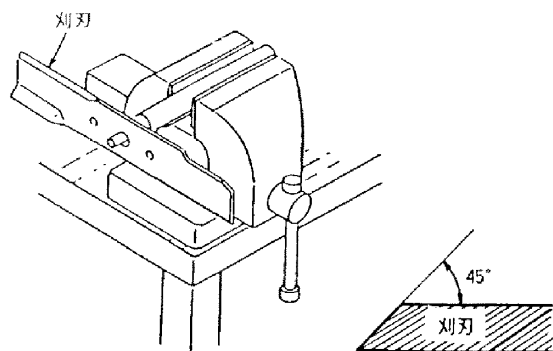

図 44 刈刃のバランスの取り方
- (1) モアを本機から外して、上下ひっくり返して裏向きにする。
- (2) 刈刃とモアカバーの内側との間に木片をはさみ、刈刃を着脱するときに回り止めにする。
- (3) 刈刃締付けボルトを外し刈刃を取外します。
- (4) 刈刃の刃部の角度は図44のように45°にしておいてください。
- (5) 研ぎ上がった刈刃は取付ける前に回転のバランスを確認してください。刈刃のバランスが悪いと刈刃回転中に振動が発生しモアの破損の原因となります。もしバランスが取れていない場合は、バランスが取れるまで、刈刃の重い側を削ってください。